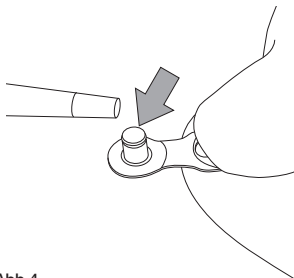

Abb.4
- Schmieren Sie die Stifte des C-Link™ mit einem Spezialschmiermittel für Ketten (Abb. 4).